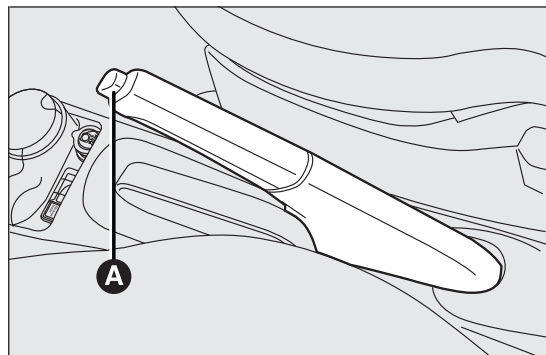

fig. 93
La palanca del freno de mano fig. 93 está situada entre los asientos delanteros.
- ☐ levantar ligeramente la palanca y pulsar el botón de desbloqueo A fig. 93;